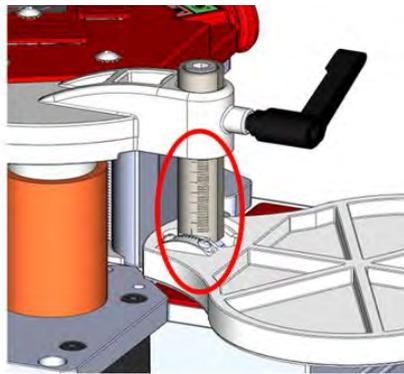

Fig2
- Desserrez le levier de serrage et réglez la plaque de guidage à la distance souhaitée à l'aide de l'échelle (Fig2)
- Desserrez la vis Allen (1).
- Réglez la plaque de guidage à 90° à l'aide d'un rapporteur (2).
- Déposer les vis (3). Réglez l'échelle d'angle sur 0. Resserrez les vis